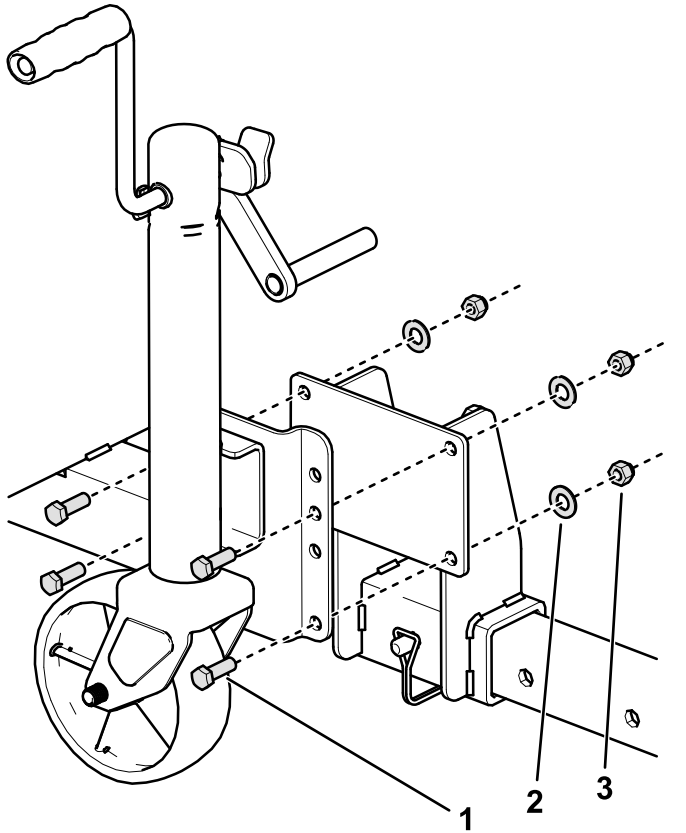

Bild 2
11. Montieren Sie den Wagenheber an der Halterung am Rahmenrohr des Anhängers, wie in Bild 2 dargestellt.